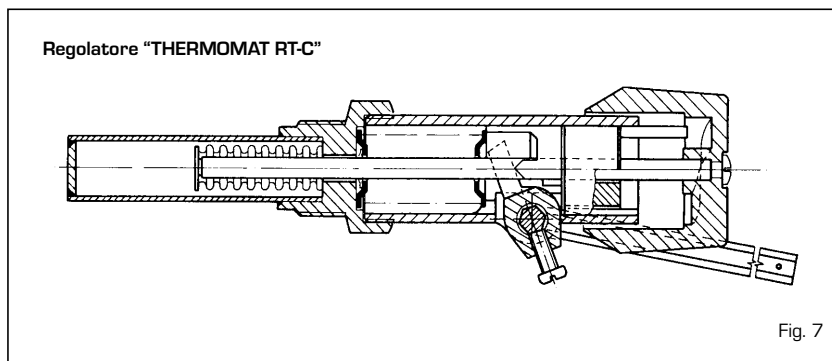

Fig. 7
4.6.1 Regolatore "THERMOMAT RT-C" (fig. 7)
Il regolatore "Thermomat" è dotato di manopola in resina termoindurente con campo di regolazione da 30 a 100 °C (fig. 7). Avvitare il regolatore in posizione verticale sul foro 3/4" della testata anteriore con la sede della leva della catenella verso il fronte della caldaia. La leva con catenella deve essere introdotta nel supporto del regolatore dopo aver montato il mantello ed aver tolto il fermo di plastica. Se si sfilo lo snodo che fissa la leva con catenella fare attenzione a rimontarlo nella medesima posizione. Dopo aver posizionato la manopola su 60°C bloccare la leva con catenella in posizione leggermente inclinata verso il basso in modo che la catenella venga a trovarsi in asse con l'attacco della serranda aria. Per la regolazione del "Thermomat", che consiste essenzialmente nella determinazione della lunghezza della catenella, procedere nel seguente modo: